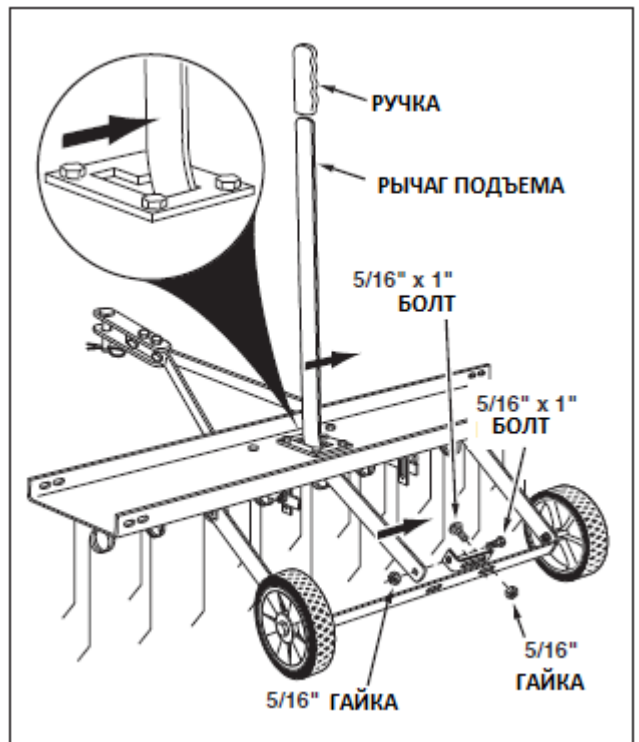

Рис. 9
15. Закрепите кронштейн крепления сцепки на кронштейне оси с помощью двух 5/16" x 1" и гаек 5/16". **Не затягивайте** (рис. 9).
16. Вставьте рычаг подъема в щиток. Закрепите его на только что установленном кронштейне крепления сцепки с помощью болта 5/16" x 1" и гайки 5/16". **Затяните** (рис. 9).
17. Расположите кронштейн крепления сцепки, чтобы достичь бокового натяжения рычага подъема, находящегося в поднятом положении. **Затяните** гайки (рис. 9).
18. Установите ручку на рычаг подъема (рис. 9).